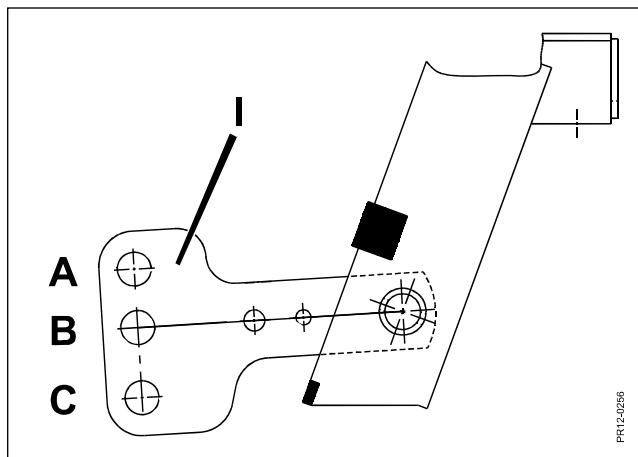

Fig. 3-1
- Fig. 3-1** 3) Maskinen kopplas till traktorns lyftarmar. Välj det mittre hålet **B** i vipparmen **I** vid vänster kopplingspunkt.